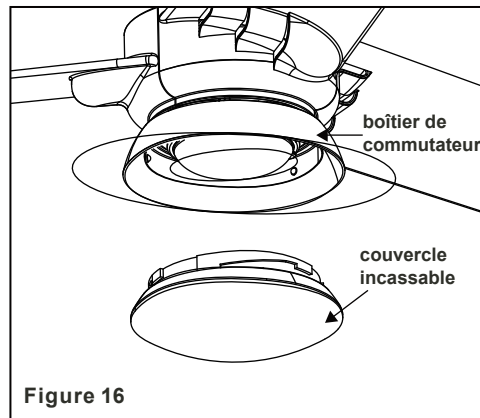

Figure 16
Étape 3 : Fixez le couvercle incassable au boîtier du commutateur en le tournant dans le sens horaire. Ne serrez pas de façon excessive (Fig. 16).